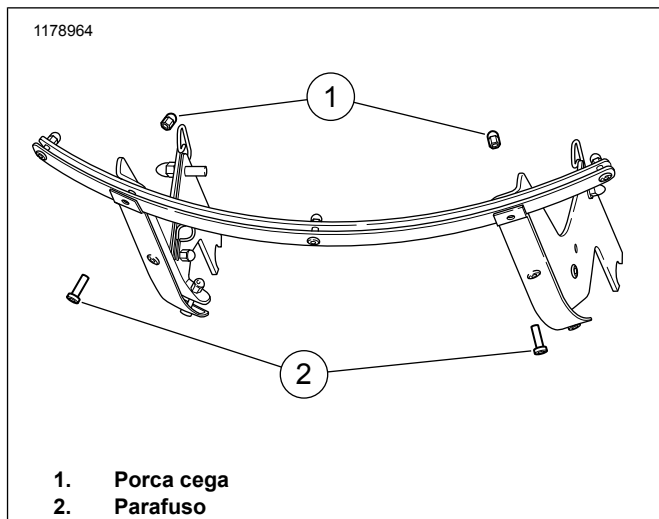

Figura 2. Remoção do Parafuso (Para-brisas removido para maior clareza)
3. Ver a Figura 2. Remover o parafuso (2) e a porca cega (1) e descartar.